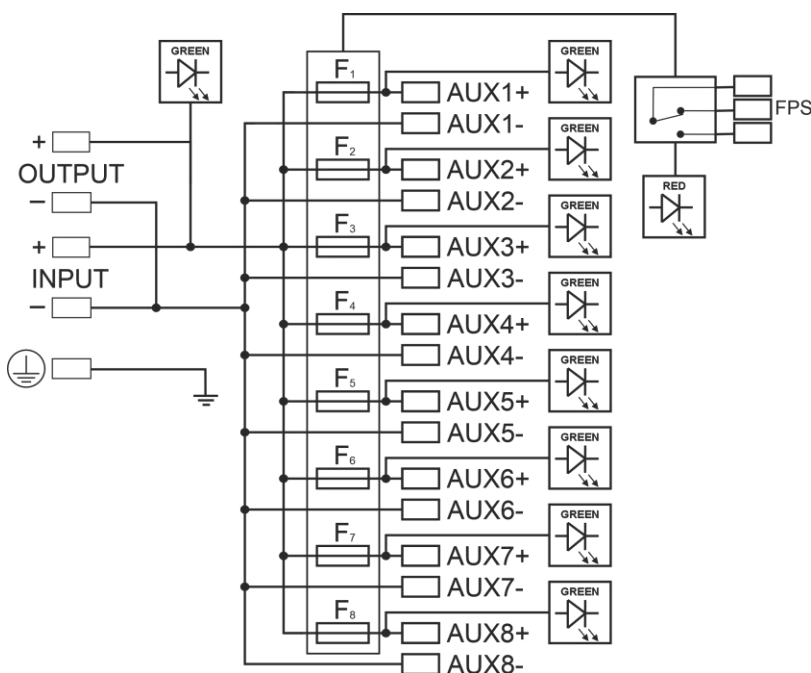

Fig. 1. Schema a blocchi del modulo.
1.2. Schema a blocchi (Fig. 1).